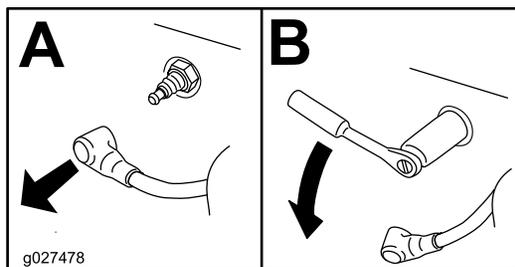

Рисунок 43
- Снимите свечу зажигания (Рисунок 43).